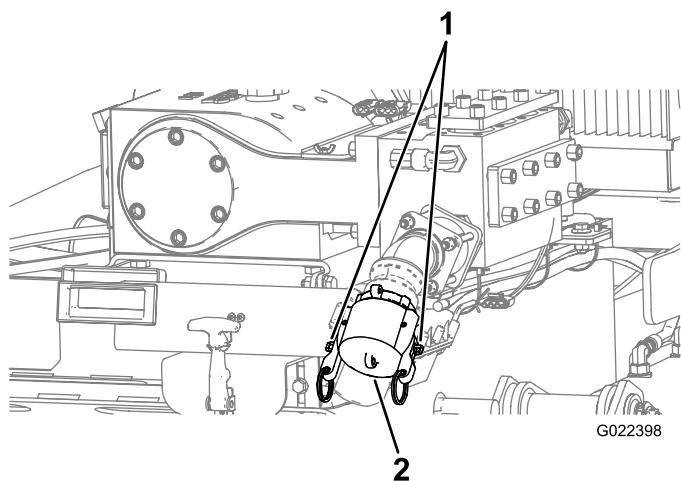

Рисунок 83
1. Поднимите рычаги с кулачковыми зажимами на впускной крышке насоса и снимите крышку (Рисунок 83).